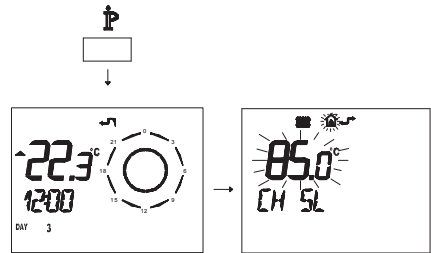

Figura 5.28
L'andamento della temperatura al variare dell'impostazione fatta con i tasti 14 e 15 per un **K 1,5** è illustrato nella Figura 5.28.
- Premere per più di 3 secondi il pulsante P per entrare in modalità **INFO** (Figura 5.28).